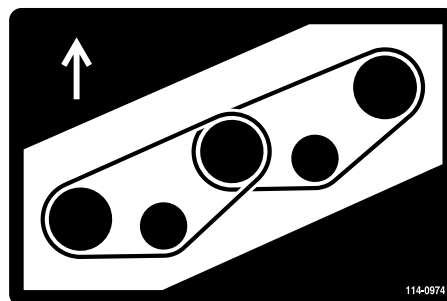
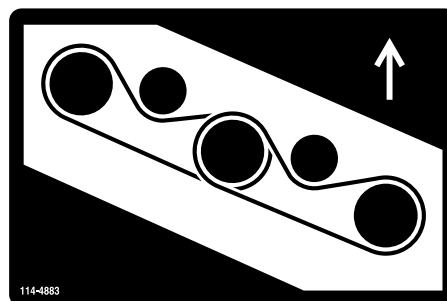

Figura 97
Figura 98
7. Infilate la nuova cinghia attorno alle pulegge dei fuselli e al gruppo puleggia tendicinghia (Figura 97 e Figura 98).